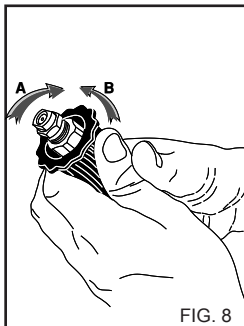

FIG. 8
För versionen med insugning av rengöringsmedel, aktivera reglaget för insugning av rengöringsmedlet på sprutröret (fig. 8).
4) Efter användningen med rengöringsmedel, skölj sugkretsen, sätt i rengöringsmedlets sugslang (fig. 8) i en ren vattendunk och sätt igång pumpen under 1 minut och sprutröret under vattenflödet.
(Fig. 8)